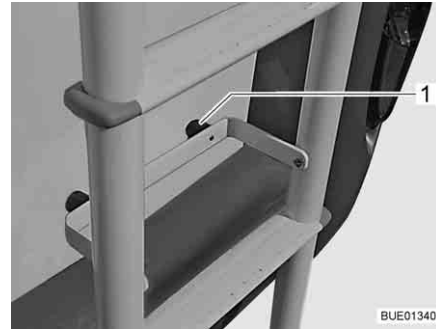

Bild 2 Hopfällbar stege, stegen ned-fälld
- Sätt skyddsbygeln med gummiknopparna (Bild 2,1) mot fordonsväggen.